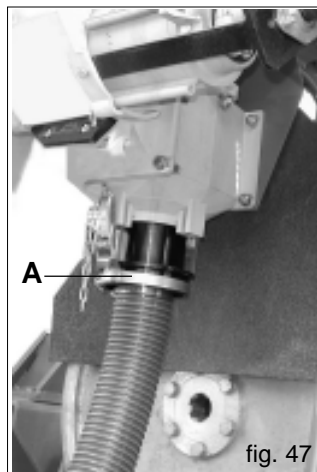

fig. 47
- b) Den Bogen unter dem Einspritzerkanal entfernen und das beige stellte Sammelrohr (A Abb. 47) in der gleichen Position anbringen; am anderen Rohrende einen Sammelbehälter aufstellen. Das Antriebsrad mit der Kurbel in Fahrtrichtung drehen.